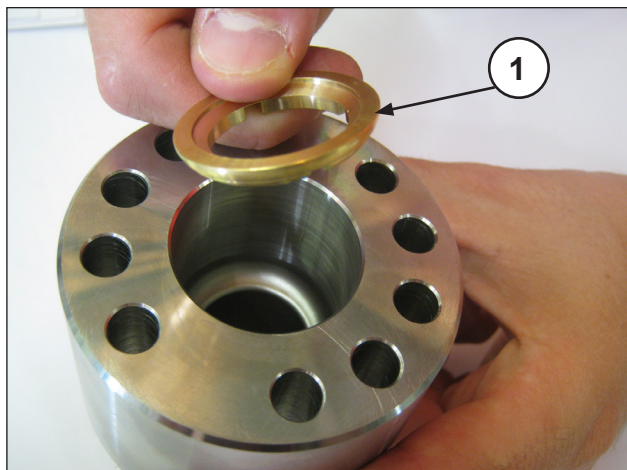
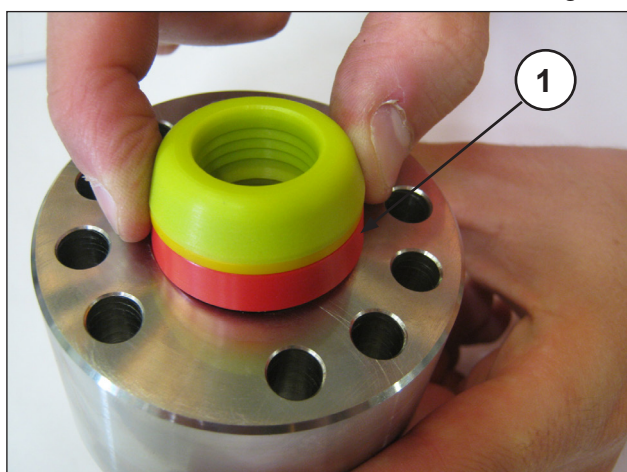
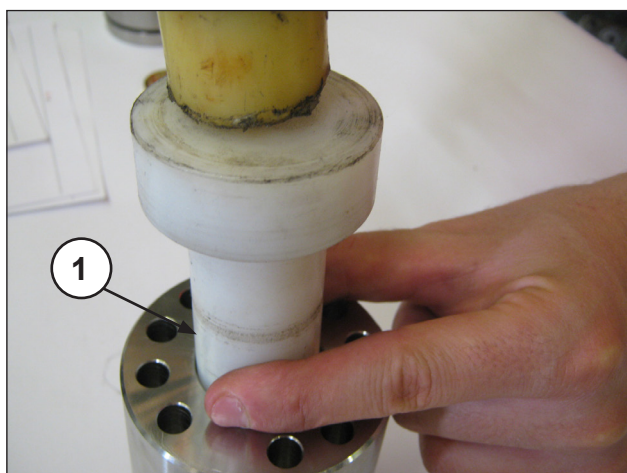

Fig. 132
Fig. 133
Fig. 134
- Introducir, en el soporte de las juntas HP, el anillo de cabecera (pos. ①, Fig. 132) y, a continuación, el paquete HP (alta presión); para evitar daños debido a la ligera interferencia entre la junta y el soporte de las juntas HP, se recomienda utilizar un tampón de material plástico (pos. ①, Fig. 133 y Fig. 134).
La junta H.P. se ha de introducir en la soporte como se indica en la Fig. 133 y la Fig. 135.